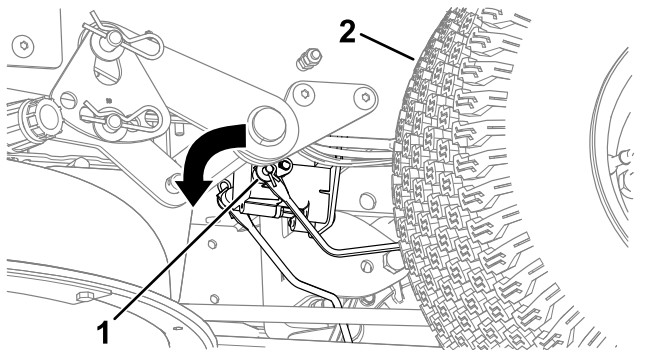

Figura 54
4. Localice el eje del freno eléctrico al que están conectados los brazos de enganche de los frenos (Figura 54).
5. Gire el eje hacia adelante para quitar el freno, tal y como se muestra en la Figura 54.